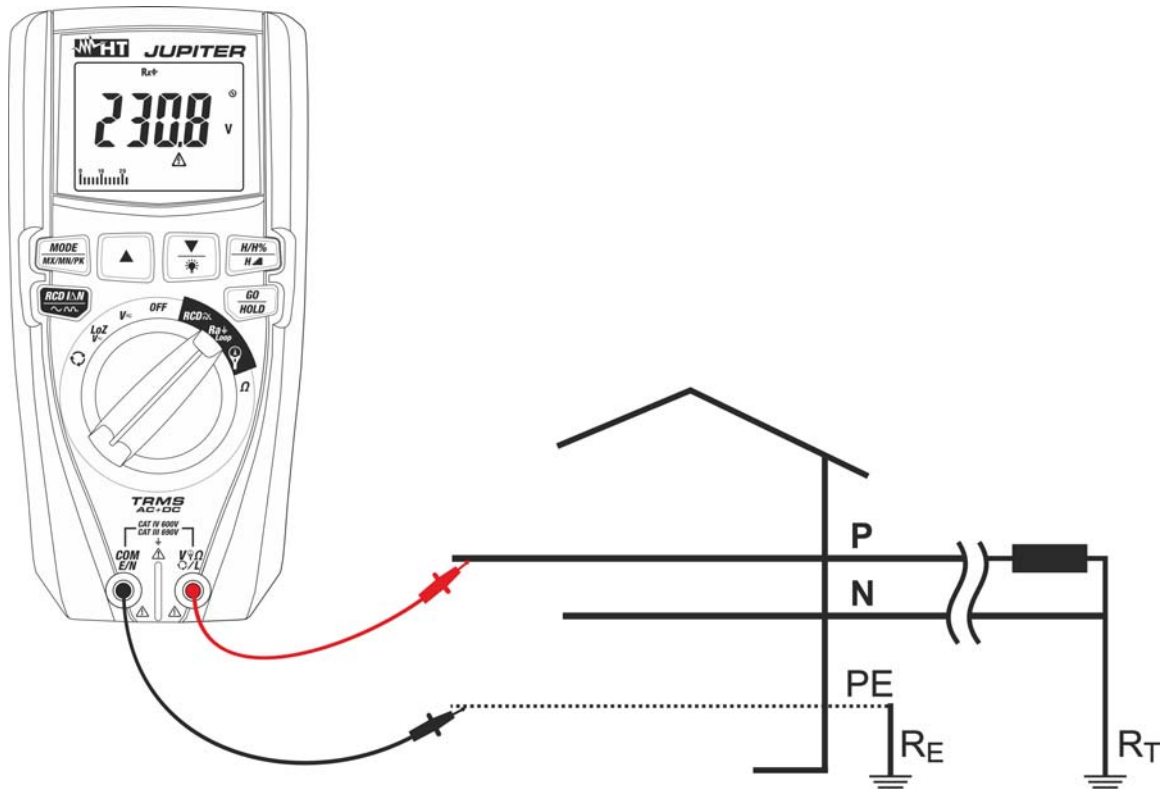

Fig. 24: Uso del instrumento para medida impedancia Bucle L-PE con puntas de prueba
6. **Para la medida de Bucle L-PE en caso de uso de las puntas de medida** inserte el conductor rojo en el terminal de entrada **V $\Omega$ L** y el conductor negro en el terminal de entrada **COM/E/N** y conecte el instrumento a la instalación en examen (ver Fig. 24). El valor de la tensión Fase-Tierra se muestra en pantalla